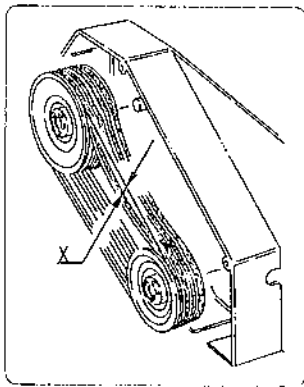

fig. 7.8.1
7.8 - Regolazione tensionamento delle cinghie (fig. 7.8.1 e 7.8.2)
7.8 - Belt tension adjustment (fig. 7.8.1 and 7.8.2)